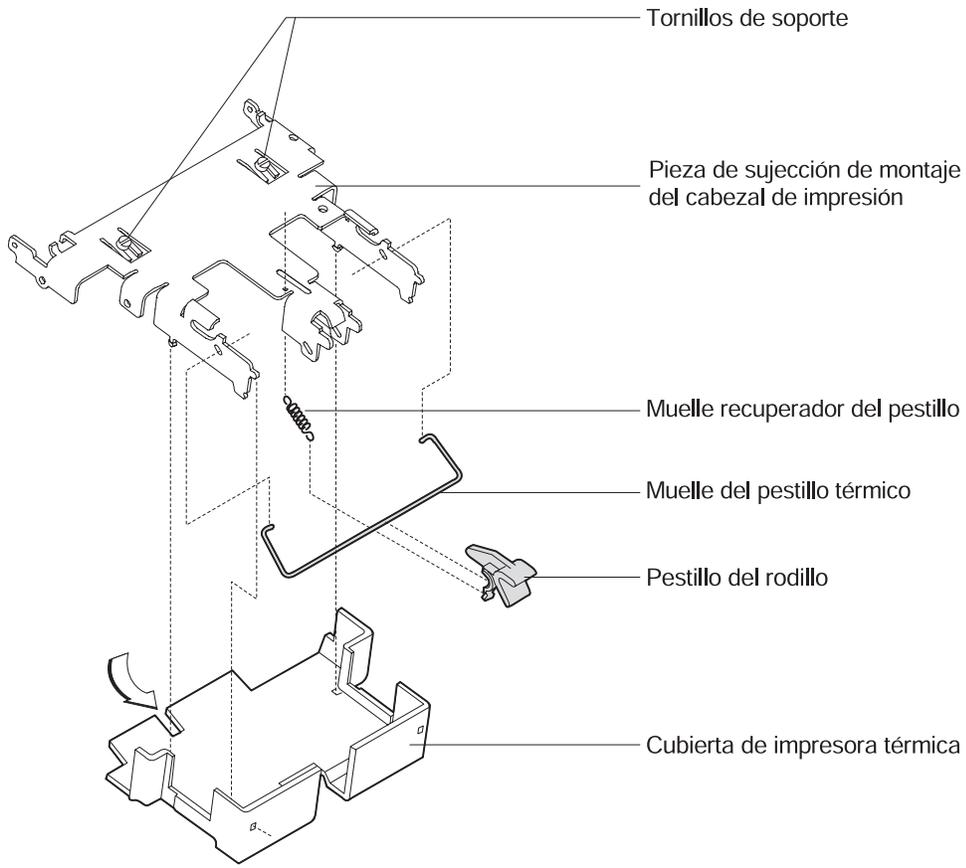

Figura 5-6. Ajuste del cabezal de impresión térmica para las estaciones de diario y de recibo del cliente
2. Con la pieza de sujeción térmica abierta, afloje ambos tornillos de soporte hasta que el cabezal de impresión térmica y los tornillos de soporte entren holgadamente en las ranuras de las piezas de sujeción de montaje del cabezal de impresión térmica. Consulte la Figura 5-6 en la página 5-11.